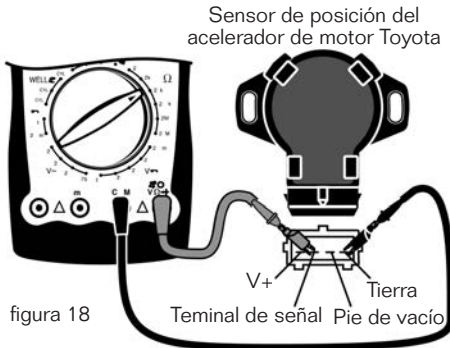

figura 18
- (1) Igual que en el método de prueba de resistencia.
- (2) Cuando la temperatura general de un sensor de calentamiento aumenta, disminuirá su resistencia. La resistencia térmica del sensor de temperatura del motor automotriz es generalmente inferior a 300 Ω .
3. Sensor de posición (ver figura 18)